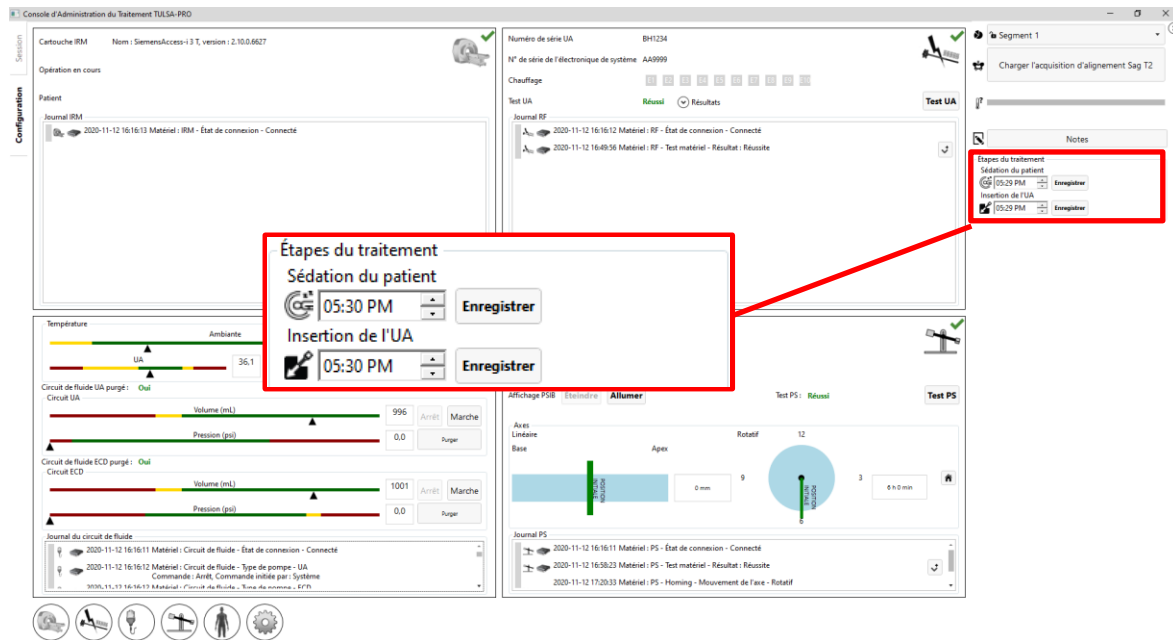

Figure 48 : Saisie des étapes du traitement dans l'espace de travail Configuration de la TDC
1. Dans l'espace de travail *Configuration* de la TDC, saisir les heures de sédation et d'insertion de l'UA sous **Étapes du traitement** (Figure 48).